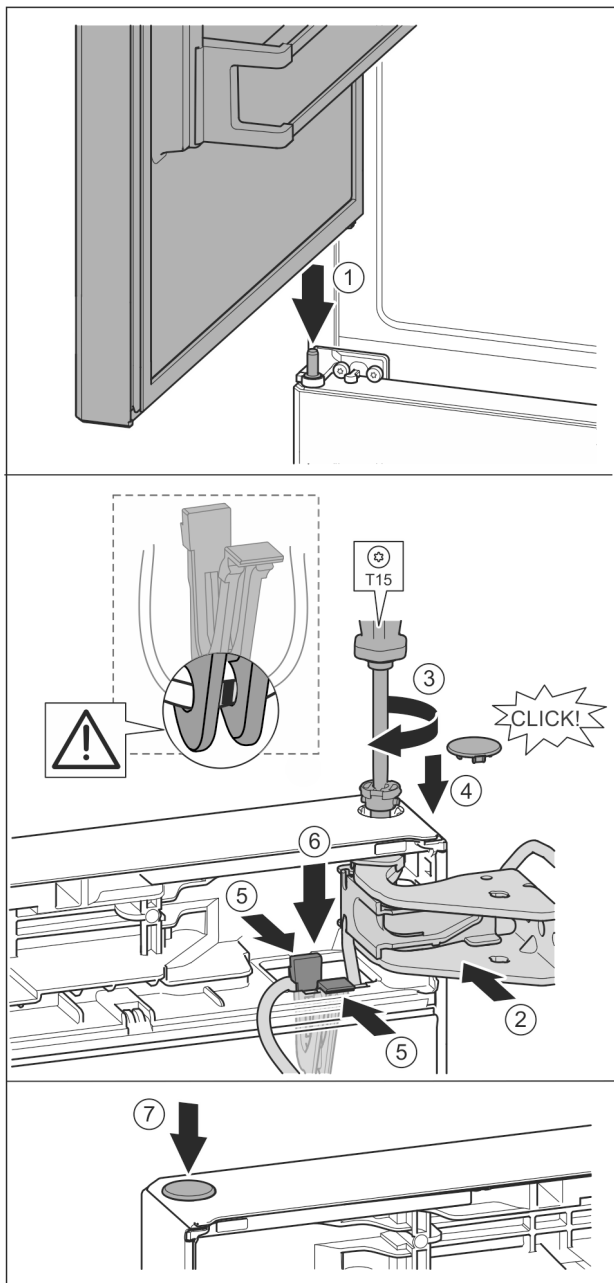

Fig. 41
- ▶ Встановлення верхніх дверцят на середній опорний палець *Fig. 41 (1)*
- ▶ Вирівняйте дверцята зверху по отвору в опорному кронштейні. *Fig. 41 (2)*
- ▶ Вставте палець та закрутіть за допомогою викрутки T15. *Fig. 41 (3)*
- ▶ Встановіть захисну кришку для захисту дверцят: вставте захисну кришку і проконтролюйте, щоб вона прилягала до дверцят. Якщо це не так, повністю вставте палець. *Fig. 41 (4)*
- ▶ Вставте тримач із зафіксованим в ньому кабелем в отвір. *Fig. 41 (5)*
- ▶ Притисніть тримач донизу так, щоб з'єднувальна накладка зафіксувалася. *Fig. 41 (6)*
- ▶ Вставте пробку. *Fig. 41 (7)*